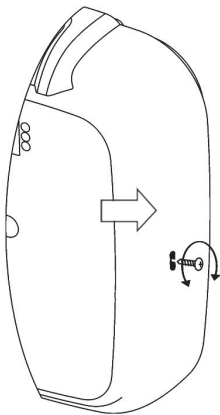

Fig.5 Scoaterea capacului panoului de comandă.
- Pentru a scoate capacul panoului de comandă, e nevoie de o șurubelniță. Amplasarea șurubului e arătată în fig.5. După care mai trebuie de apăsată o dată în orificiu, cu capătul șurubelniței, care e arătat cu săgeata din fig.5.